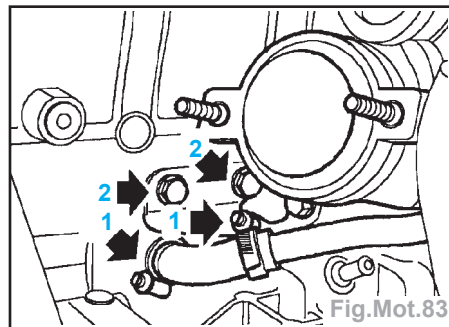

Fig.Mot.83
- Desserrer les 2 colliers (flèches 1) et débrancher le flexible de vidange d'huile de turbocompresseur du bloc-cylindres (Fig.Mot.83).